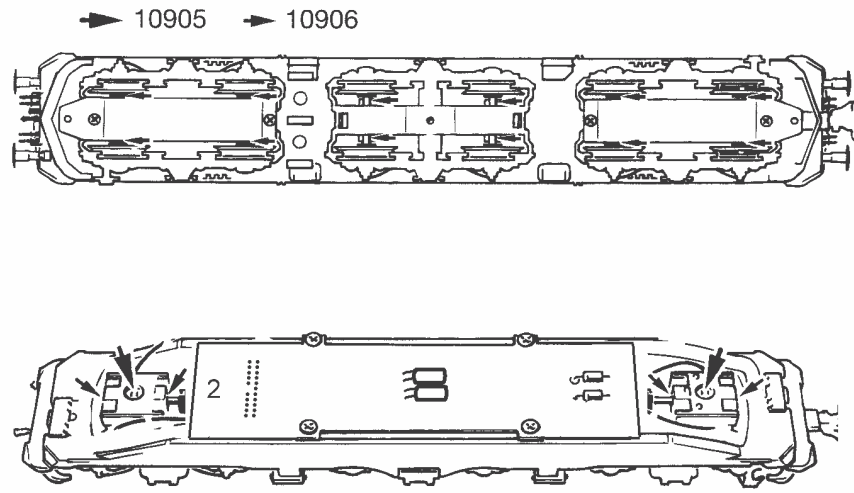

Fig. 8
3. Haftreifenwechsel: Zuerst den Getriebedeckel abnehmen (Fig. 8). Danach den **Radsatz** herausnehmen und die **Haftreifen** mit einer Nadel od. mit einem feinen Schraubendreher abziehen (Fig. 8). Beim Aufziehen der neuen Haftreifen darauf achten, dass diese sich nicht verdrehen.
3. Change of traction tyre: Remove the gear cover (fig. 8). Take out **wheel set** and remove **traction tyre** using a pin or a fine screwdriver (fig. 8). When pressing on the new traction tyre please **avoid twisting it**.
3. Échange des bandages d'adhérence: Démontez d'abord le **couvre-carter des engrenages** des engrenages (fig. 8). Délogez ensuite les essieux bandagés et enlevez, à l'aide d'une aiguille ou d'un tournevis fin, les bandages d'adhérence (fig. 8). Lors du montage des nouveaux bandages veuillez veiller à ce que les bandages **ne soient pas tordu**.